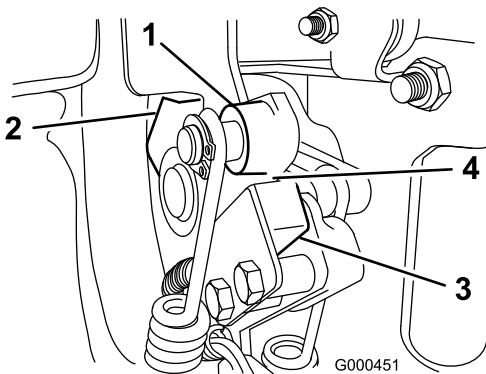

图32
- 2. 接合牵引杆，直至接触空档后停止（图32）。
- 3. 松开联锁开关紧固件(图32)。
- 4. 在牵引杆与联锁开关之间放入 0.81mm 厚的塞尺(图32)。